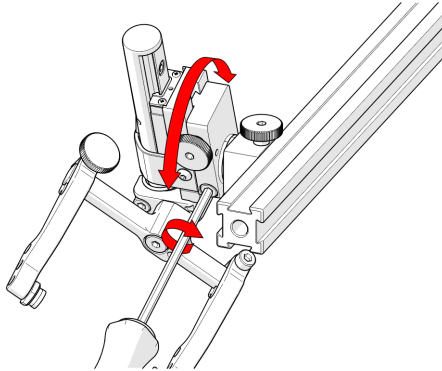

Abbildung 2-85 Drehen in Position
3. Drehen Sie den Hauptkörper des Prüfkopfhalters in den gewünschten Winkel (siehe Abbildung 2-85 auf Seite 105).
4. Ziehen Sie die Längsverstellschraube an (siehe Abbildung 2-85 auf Seite 105).